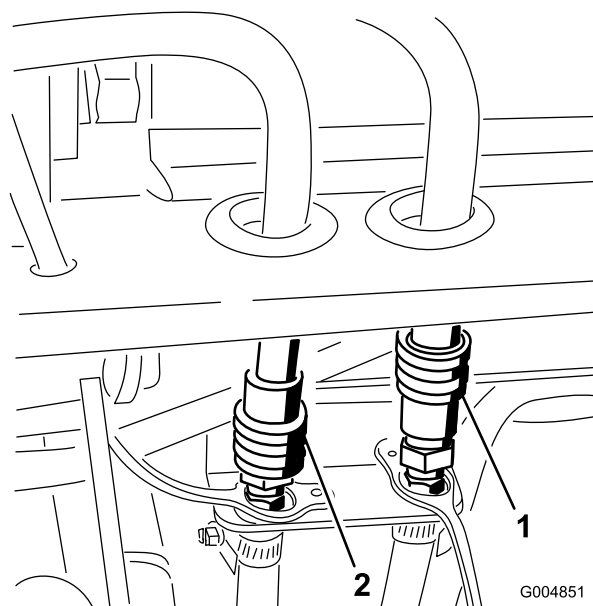

Figura 77
23. Desligue as mangueiras de pressão e do acoplador rápido de retorno da cabina (Figura 77).